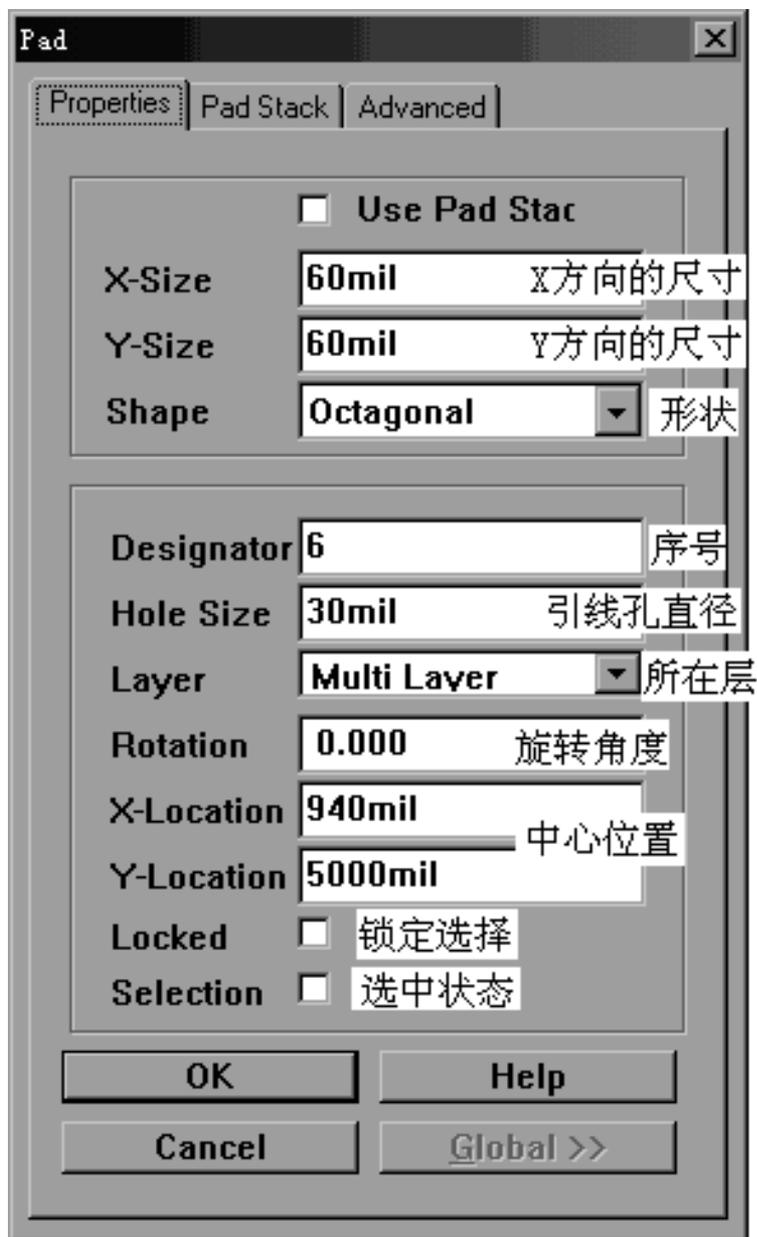

图5-23 焊盘属性设置窗
(1) 单击“放置工具”栏内的“焊盘”工具，然后按下Tab键，激活“Pad Properties”（焊盘属性）选项设置窗，如图5-23所示。